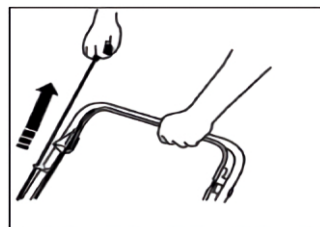

Рис.5
- Потяните за ручку стартера до ощутимого сопротивления, затем резко дерните за ручку стартера (см. Рис.5). Если двигатель не запустился с первого раза, продолжайте процедуру запуска двигателя.